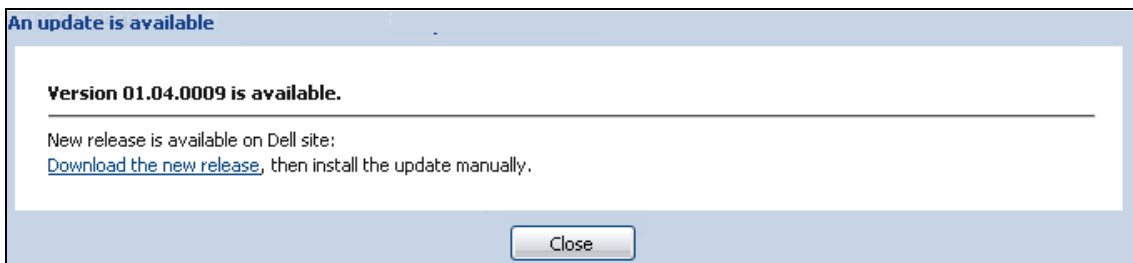

Figura 60. Messaggio di aggiornamento dell'applicazione
- 3 Dal pannello Aggiornamento applicazioni, fare clic su **Aggiorna** (vedere Figura 60). Viene aggiornato lo stato delle applicazioni in base alla versione.